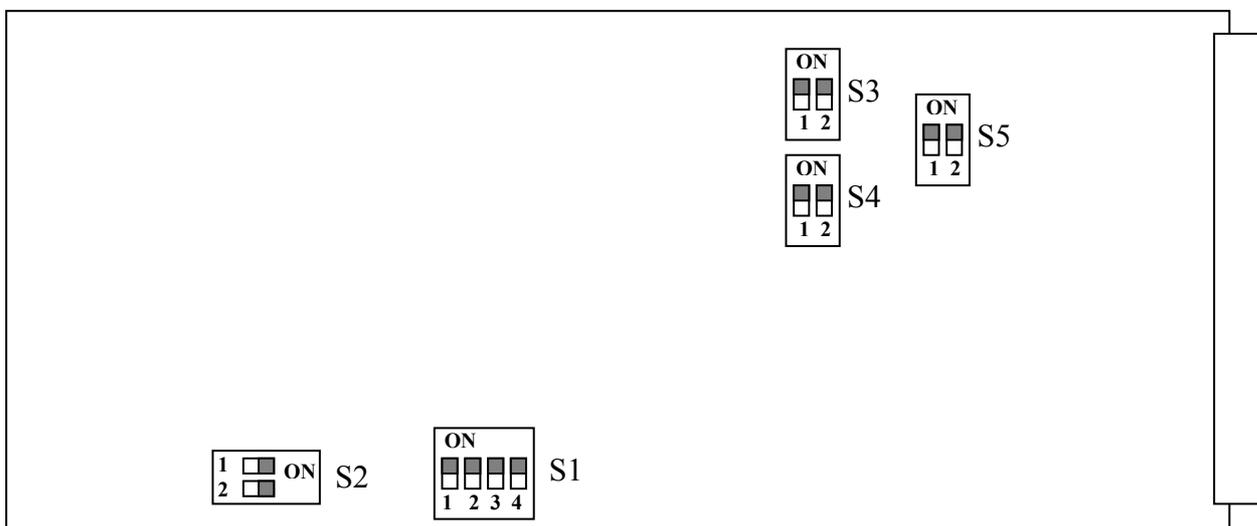

Рис. 5. Переключатели на КМ
Расположение переключателей на плате блока см. Рис. 5 на стр. 13.
Установка режима производится переключателем S1.1 (см. Рис. 5):
- 2) на КМ установить переключатели в положения (см. Рис. 5):